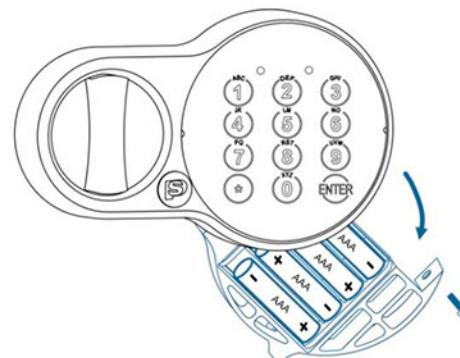

Рис. 5.1
- Батарейный отсек (3) находится в нижней правой части корпуса клавиатуры в выдвижном отсеке.
- Выкрутите винт при помощи отвертки и выдвиньте батарейный отсек. Рис. 5.1. Для удобства кассета с батареями может быть выдвинута вверх.